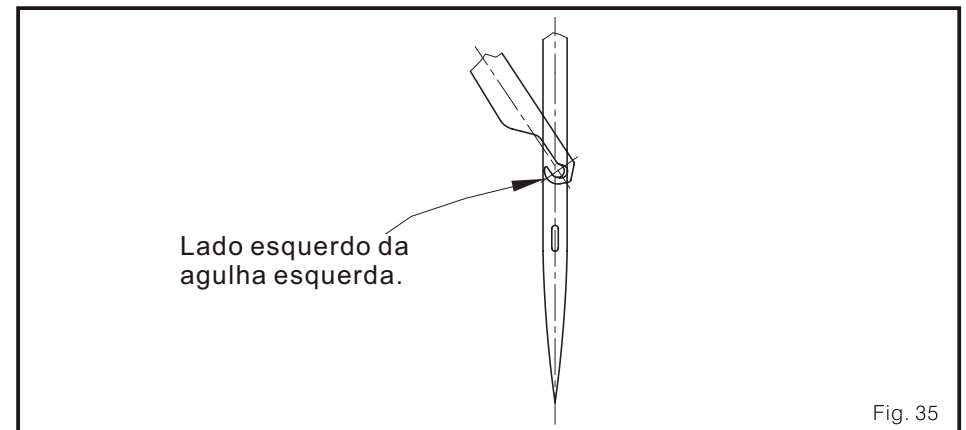

Fig. 35
2. Quando a faca móvel A isto no ponto mais abaixo, a parte esquerda da gorjeta da faca estará no lado esquerdo da agulha esquerda (Fig. 35).